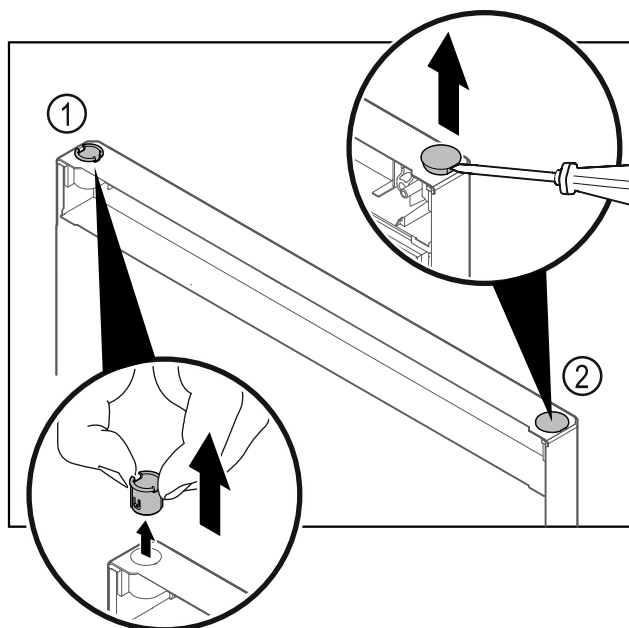

Fig. 19
- Scharnierbus Fig. 19 (1) met de vingers eruit trekken.
- Afdekstop Fig. 19 (2) voorzichtig met een sleufschroevendraaier optillen en eruit trekken.